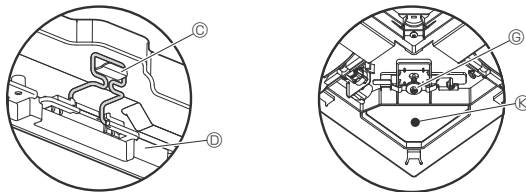

Fig. 9-7
- Nakon što stegnete vijak, potvrdite da su dvije kuke rešetke (Fig. 9-7) zasunom spojene na kuke glavne jedinice.